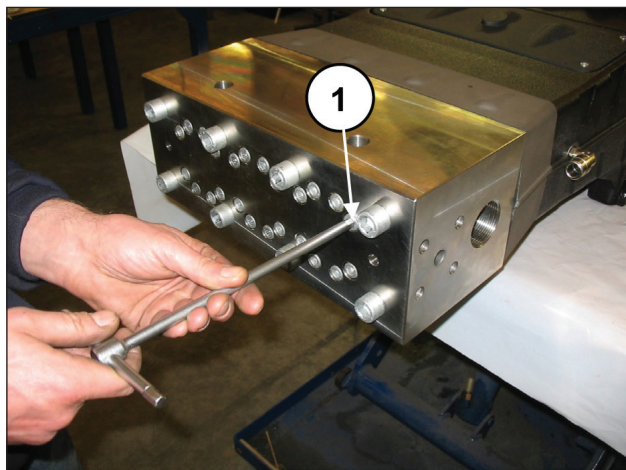
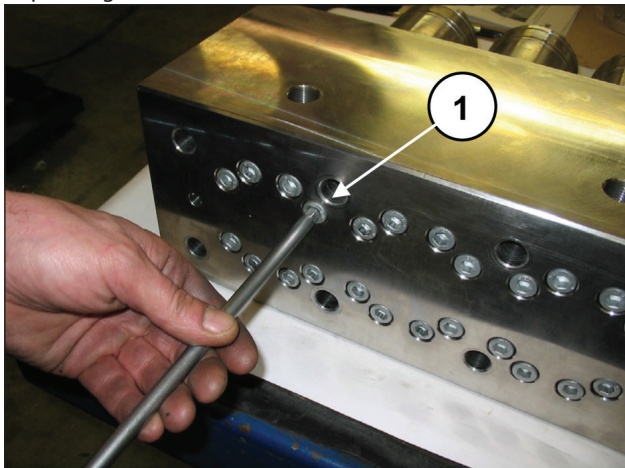
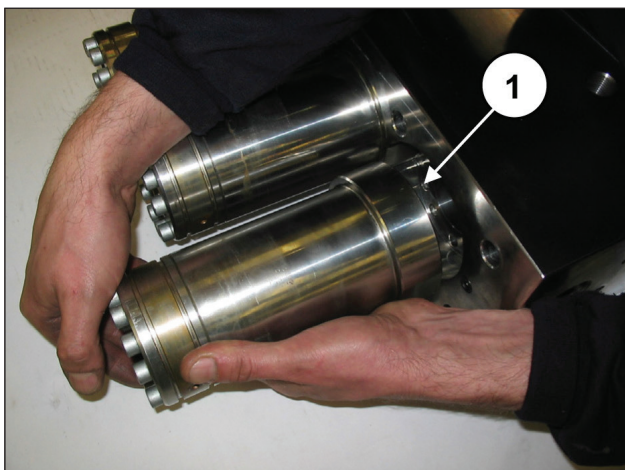

Fig. 96
Fig. 101
Fig. 102
Desserrer, sans les déposer, les vis M10x140 de fixation des chemises sur la culasse (rep. ①, Fig. 96), de manière à les rendre libres.
Déposer les vis M10x140 de fixation des chemises sur la culasse (rep. ①, Fig. 101) et dégager l'ensemble des chemises (rep. ①, Fig. 102).
Pour l'extraction des groupes piston, procéder de la façon suivante : désassembler la culasse et l'entretoise de chemises du carter de pompe en suivant les indications du paragr. 2.2.1 (de Fig. 96 à Fig. 102).